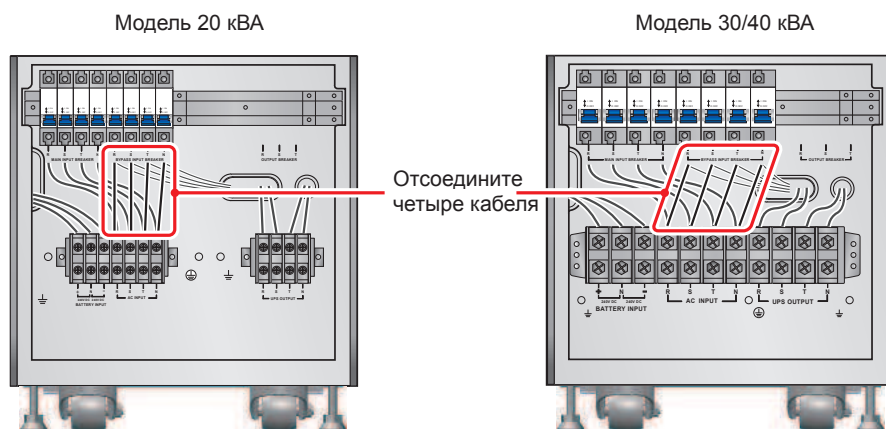

Рис. 6-7. Отключение четырёх кабелей, соединяющих блок зажимов сетевого входа с входным размыкателем байпаса
2. Или удалите четыре кабеля, соединяющие блок зажимов сетевого входа и входной размыкатель байпаса (см. **рис. 6-7**). Подключите кабели сети переменного тока R, S, T и N к входному размыкателью байпаса.